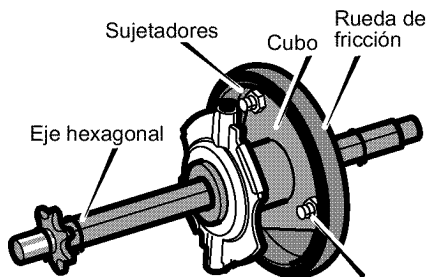

Figura 82
11. Quite los tres **sujetadores** que retienen la **rueda de fricción** en el **cuco** (Figura 82).